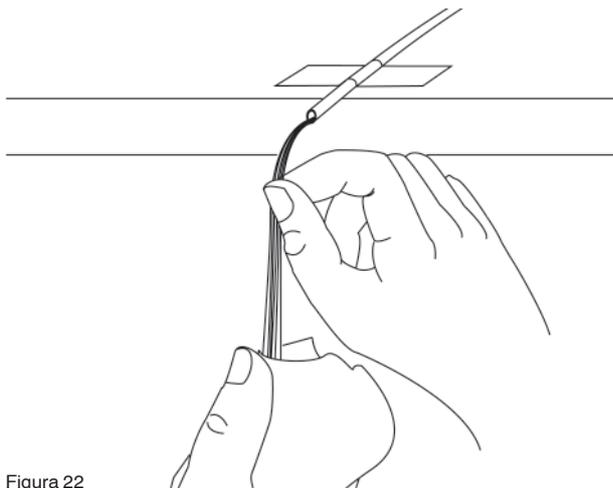

Figura 22
**8.4** Se o cordão não contiver gel, corte cuidadosamente os fios estanques e continue no passo 8.6 (Figura 22). Utilize um toalheiro sem fiapos para secar bem cada fibra.